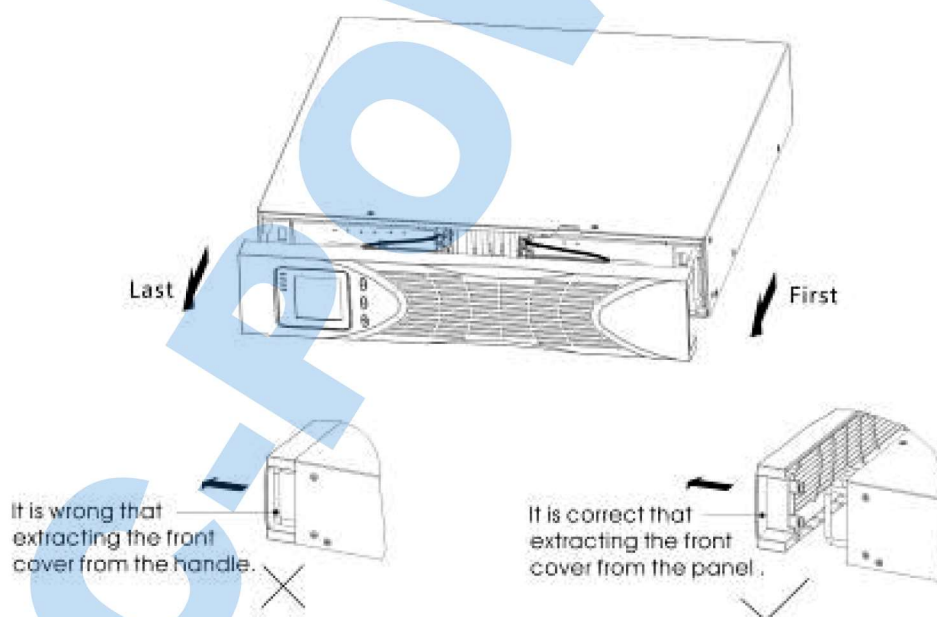

Рис. 5-1. Снятие передней крышки.
1. Снимите лицевую панель каждого корпуса. Потяните сначала за край противоположный ЖК-дисплею, а затем за край рядом с экраном (рис.5-1). Обратите внимание на шлейф, соединяющий крышку с дисплеем и ИБП. Не тяните за шлейф и не отсоединяйте его.